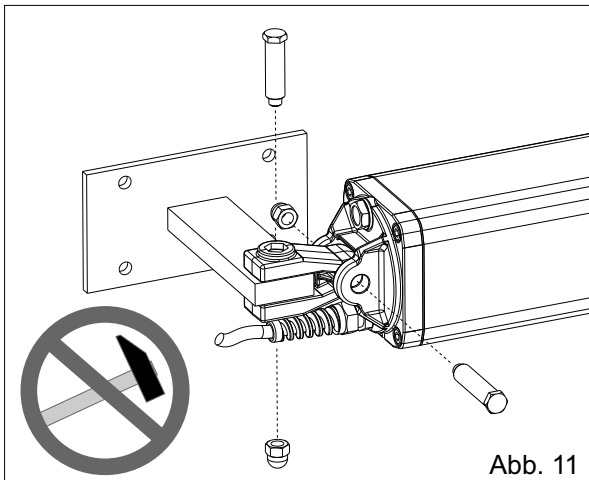

Abb. 11
-Die Schwinggabel wie in Abb. 11 befestigen.